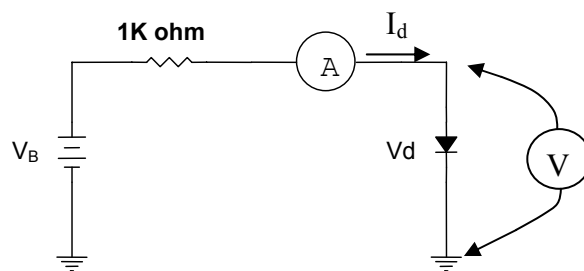

Figura 8 – Circuito para se obter curva característica de diodos
- Monte o circuito mostrado na figura 8. Varie a tensão V_B entre ± 10 volts, em passos adequados e faça uma tabela com os valores medidos I_D e V_D .